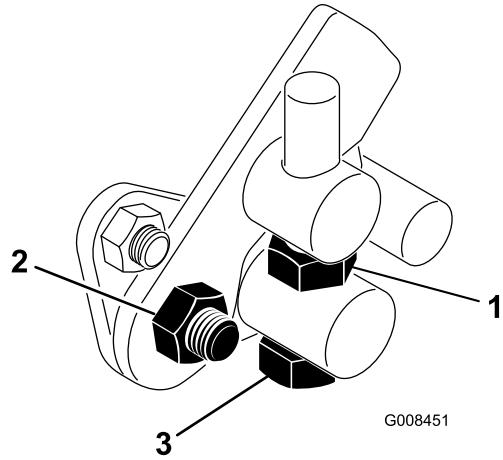

図45
1. トランイオンボルトのジャムナットをゆるめる図45。
4. トランイオンボルトのジャムナット、およびペダルピボットのナットを締め付けて調整を固定する図45。調整を確認し、必要に応じて再調整する。